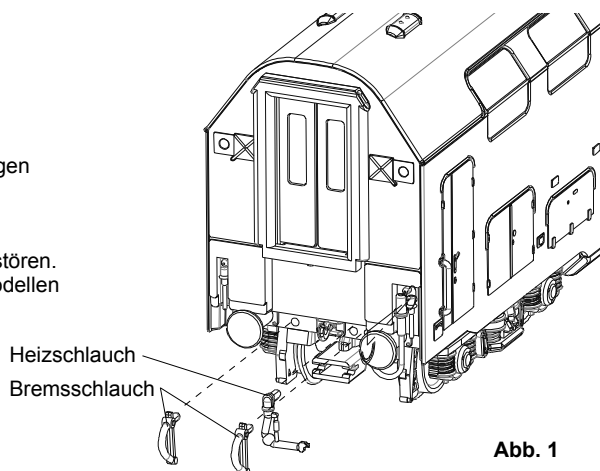

Abb. 1
Die beiliegenden Brems- und Heizschläuche würden im Fahrbetrieb stören. Daher ist eine Montage (siehe Abb. 1) nur bei Stand- oder Vitrinenmodellen zu empfehlen.
**ACHTUNG!** E-Kabel (je 1x stirnseitig) sind am Gehäuse befestigt und müssen um die Pufferhülsen herum gefädelt werden (siehe Abb.1 und 2).